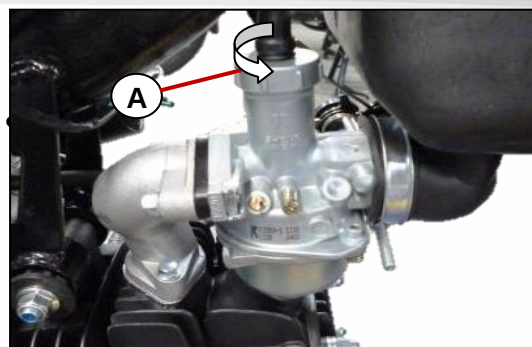

Fig. 8.53
- Retire la tapa [A] de la cortina del carburador y luego hálala hacia arriba para remover el conjunto de la cortina. **Fig. 8.53**